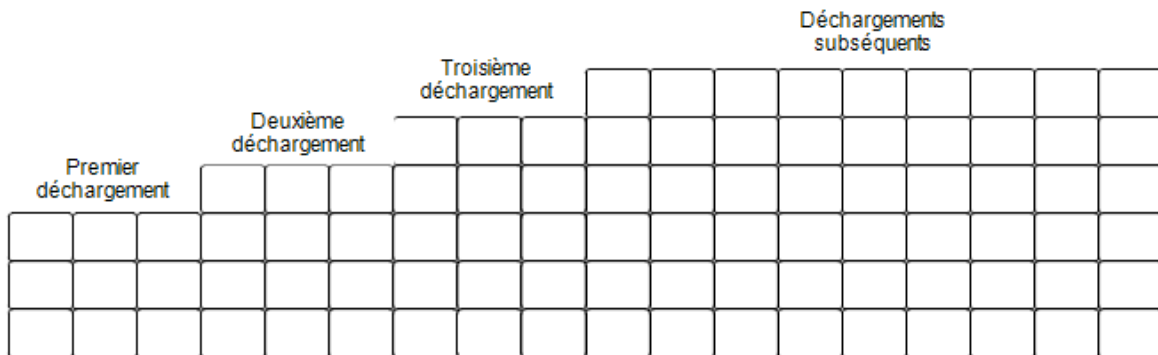

Figure 26 — Structure de déchargement
- Le premier déchargement de balles doit être droit et stable puisqu'il servira d'appui au déchargement suivant. La Figure 26 représente un exemple de déchargements s'appuyant les uns sur les autres. Si possible, utilisez un mur, un pilier ou toute autre structure comme appui.